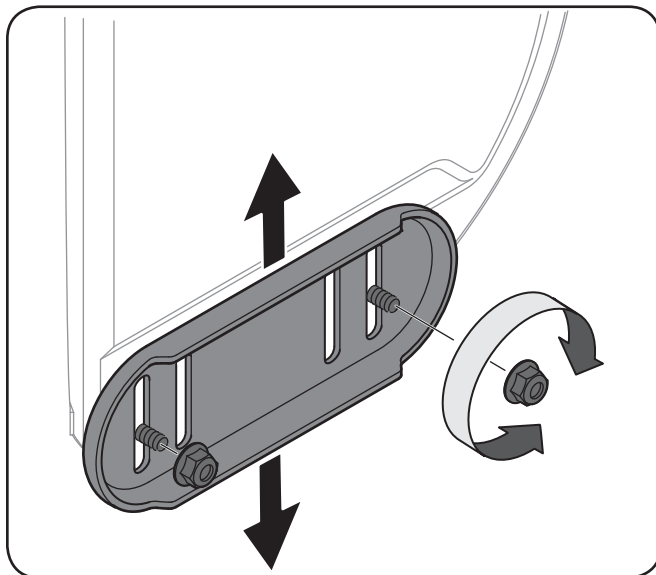

Figura 3-13
1. Afloje las cuatro tuercas hexagonales (dos en cada lado) y los pernos del carro. Mueva las zapatillas antideslizantes a la posición deseada. Vea la Figura 3-13.